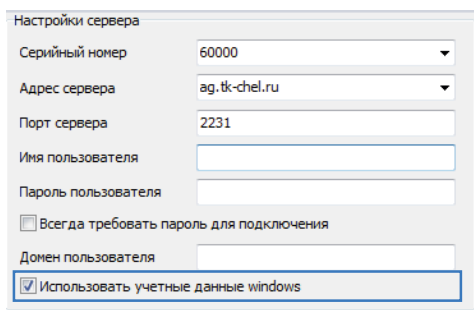

Рис.93. Доменная аутентификация от имени текущего пользователя Windows.
2. Для выполнения доменной аутентификации от имени текущего пользователя необходимо (Рис.93):